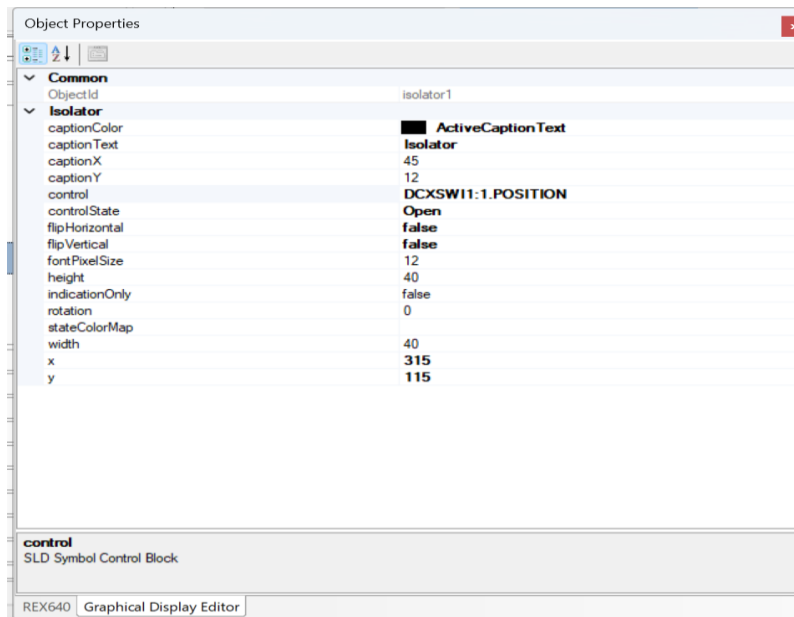

Imagen 144_Ventana de control para el diagrama de conexiones.
3.10 Esto nos arrojará la siguiente ventana, donde verificaremos que esté direccionado de la siguiente manera las opciones de “Control” y “Control State” teniendo lo que se muestra en la **Imagen 144**.